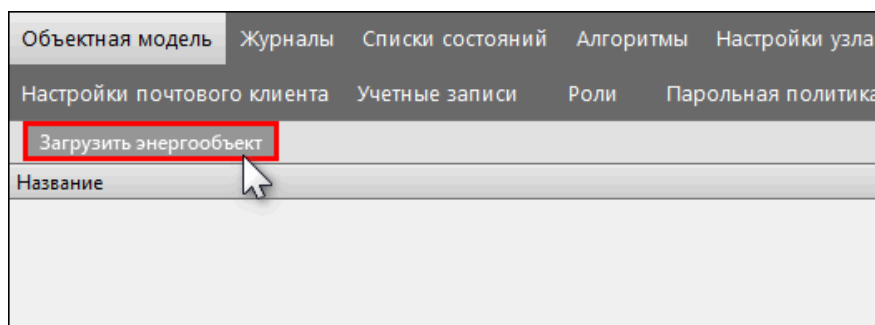

Рисунок 132 - Загрузить энергообъект
1. Нажмите **Загрузить энергообъект** (Рисунок 132).